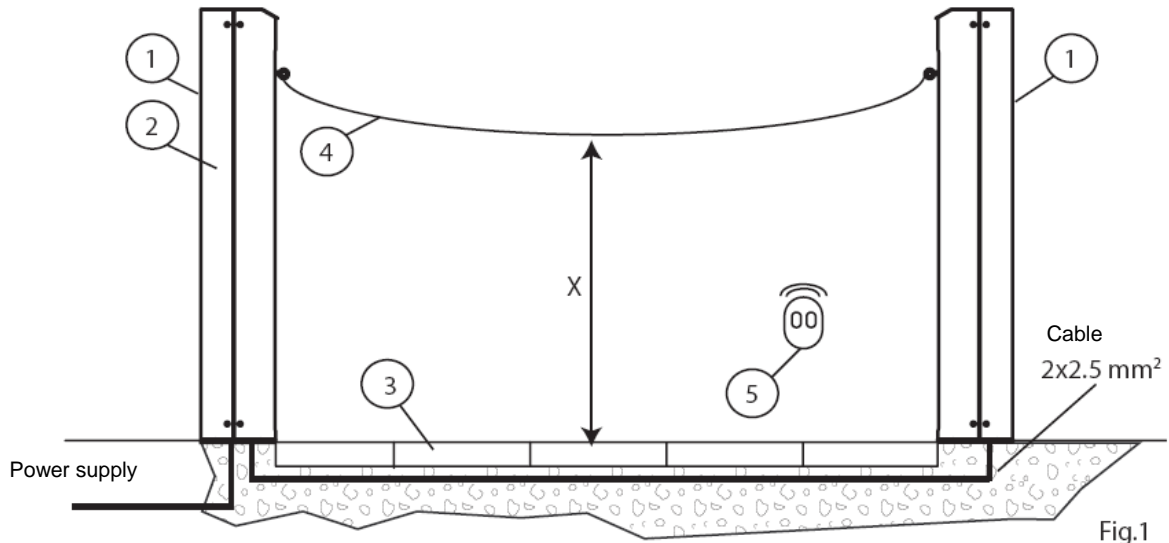

Fig.1
3.2 INSTALLAZIONE COLONNA (fig.1,fig.3, fig. 4)
11. Fissare la catena agli occhioli che sporgono dai coperchi anteriori e tensionarla in modo che la catena al centro del passaggio sia ad un'altezza X rispetto a terra (fig.1)
3.2. Installation of the column (Fig. 1, Fig. 3, Fig. 4)